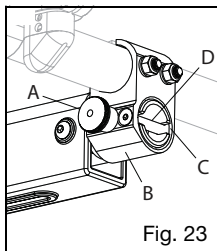

Fig. 23
1. Til aftagning, træk i udløserknappen (fig. 23:A) for at koble låsesplitten fra og skubbe samlingen ud af rørmotageren (fig. 23:B).
2. For at indsætte, træk i udløserknappen (fig. 23:A) og indsæt samlingen i motageren på røret. (fig. 23:B).
3. Drej samlingen i motageren så den er på linje med hullet (fig. 23:C) og krydsstiften (fig. 23:D).
4. Frigiv knappen (fig. 23:A).